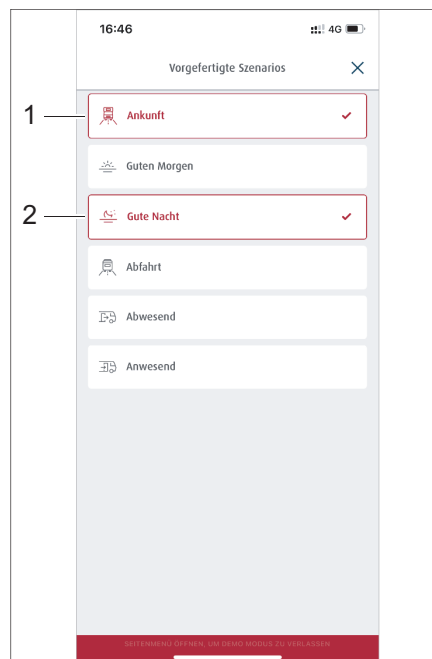

Bild 293 Auswahl vorgefertigter Szenarios
- Auf die Schaltfläche der gewünschten Szenarios tippen, z. B. *Ankunft* (Bild 293,1) und *Gute Nacht* (Bild 293,2).